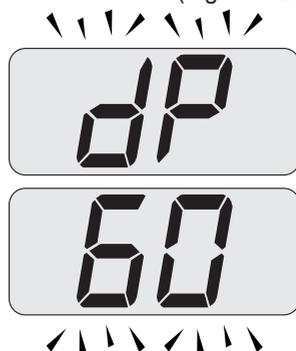

Figura 9.25
- Premendo ulteriormente il tasto 18 è possibile variare nuovamente la potenza in modalità spazzacamino: con visualizzazione sul display LCD delle lettere **dP** che si alternano con il valore di temperatura dell'acqua di riscaldamento (es. **60**), siamo "funzione spazzacamino" alla potenza massima in sanitario" (Figura 9.25);